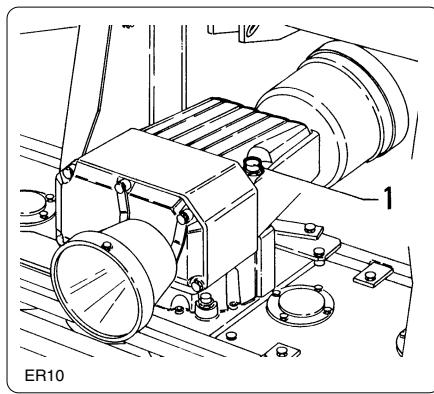

fig. 7.4.4
- Controllare il livello olio del gruppo riduttore (fig. 7.4.4) mediante l'asta di livello del tappo "1".
- Check the oil level in the reduction unit (fig. 7.4.4) by means of the level rod of plug "1".